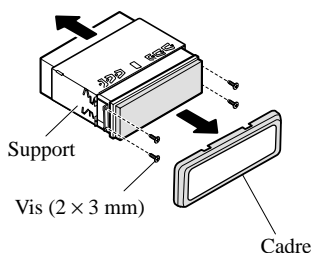

Fig. 10
- Retirez le cadre et le support. (Fig. 10)